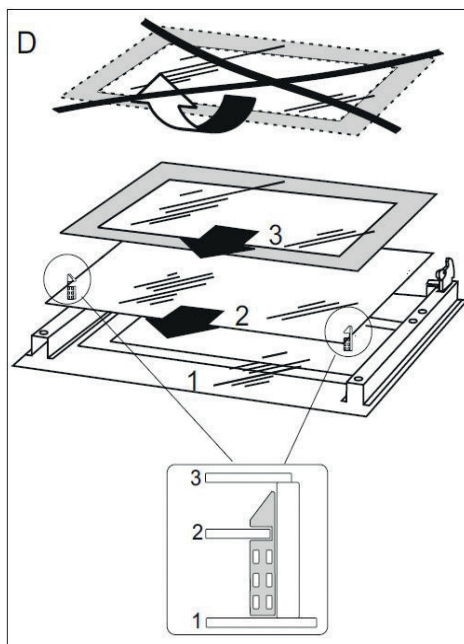

FIGURE 17
- Débranchez la vitre de sa fixation (voir figure 17) puis, extraire la vitre.